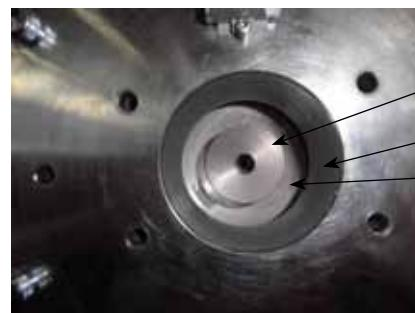

Fig. 9 :
El alojamiento del encoder, con un diam. Ø65 (referencia 6 fig. 9) con referencia al eje del motor (referencia 7 fig. 9)
- Introducir el acoplamiento del encoder (ref. 5 fig. 9) en el eje del motor (ref. 7 fig. 9). Asegúrese de colocarlo bien en su sitio.
- Introducir el encoder en su alojamiento en el freno (ref. 6 fig. 9) una vez hecho, apriete el tornillo central Chc M5 X 50 (llave dinamométrica SW4) con un par de apriete de 5 Nm 0/+0.5 Nm.